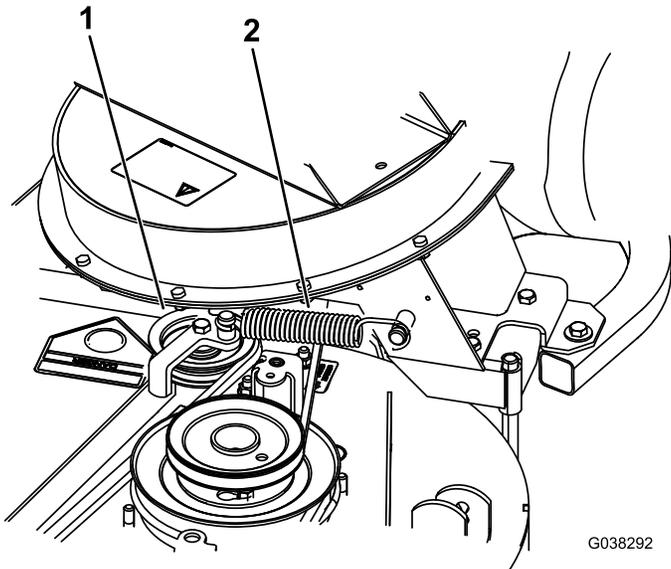

Bild 57
- Setzen Sie die Feder ein, siehe Bild 57.
- Verlegen Sie den Riemen auf die gefederte Spannscheibe (Bild 57).